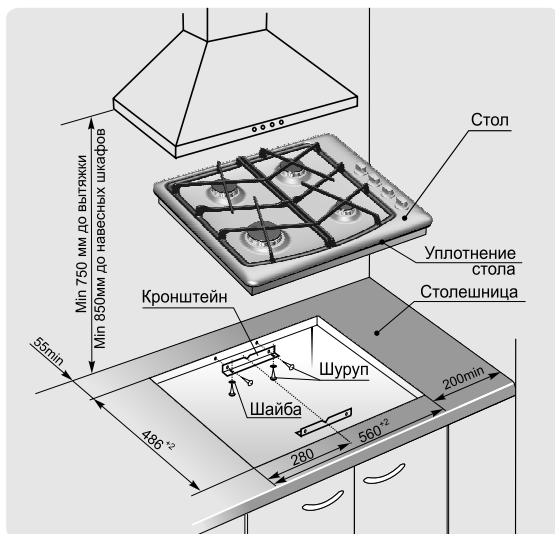

Рис.4 МОДЕЛЬ CH1211
1. Точно разметить на столешнице контур проема под встраиваемый стол в соответствии с рис.4, 5, 6.